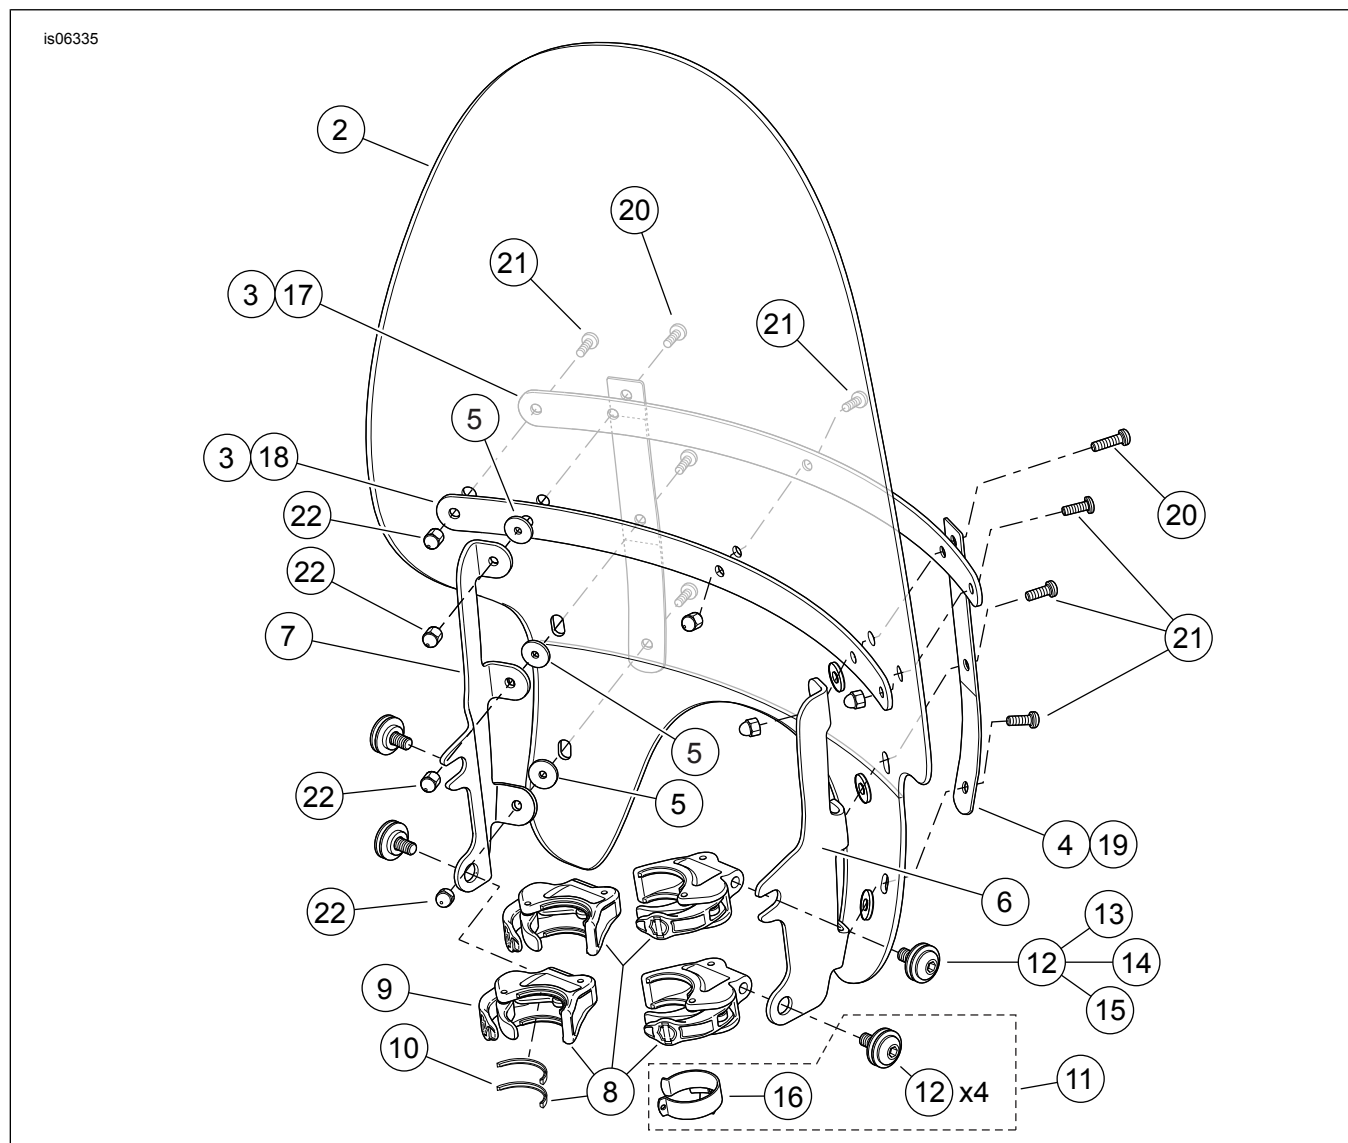

Figura 2. Piese de service, XL1200X Parbriz cu eliberare rapida
Consultați Figura 2 și Tabelul 2.
2. Consultați Figura 2. Scoateți ansamblurile clemelor (8) și kiturile de componente (11) din ambalaj și separați piesele similare în vederea asamblării.
3. **Toate kiturile.** Centrați parbrizul în jurul farului și așezați clemele pe tuburile furcii. Consultați Figura 2 . Clipsați cleva cablului de accelerație (16) în jurul tubului din dreapta furcii și direcționați cablurile de accelerație prin deschiderea ghidajului.